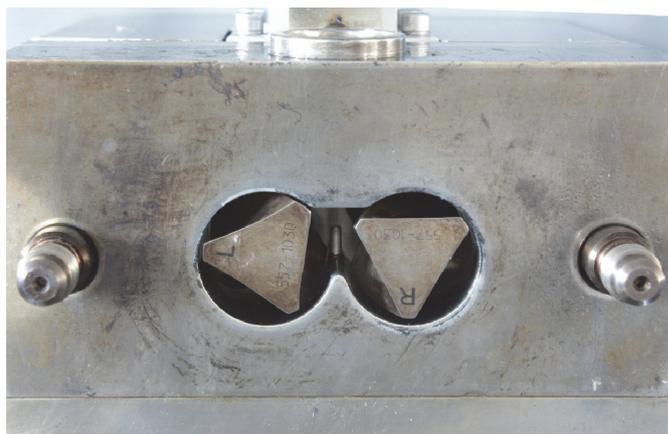

図1. Rheomix ラボミキサー (600 OS 仕様) の熔融温度と導電率を測定するセンサーの付いたチャンバー
高密度ポリエチレン (HDPE) はラボ用のミキサーで熔融され、連続試験により3種類の異なるカーボンブラックと混ぜられます。3種類のHDPEとカーボンブラックから成るサンプルはミキサーの中で熔融し、いくつかの装置で構成されるシステムにより異なるカーボンブラック (CB) と混合されます。このシステムはThermo Scientific™ HAAKE™ PolyLab™ OS モジュラートルクレオメーターと空圧式ラム (材料を押し込む装置)、ローラーローター、オプションの導電性測定機能付きThermo Scientific HAAKE Rheomix ラボミキサー (600 OS 仕様) で構成されます。温度と導電性を測定しているセンサー (図1) は測定サンプルに接していますが、ミキサーのチャンバーには触れていません。このシステムは導電性センサーとミキシングチャンバー間の抵抗力からジューメンズ ($S=1/\Omega$) の値を計測します。ジューメンズの導電率が高いほど混練されたものがよりよい導電性を得られていることを示します。